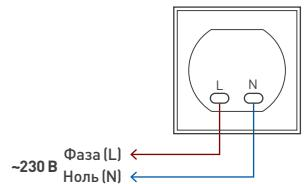

Рис. 1. Схема подключения
- 3.5. Подключите провода сетевого питания AC 230 В к контактам розетки в соответствии со схемой [рис. 1]: L (фаза) — коричневый, N (нейтраль) — синий.